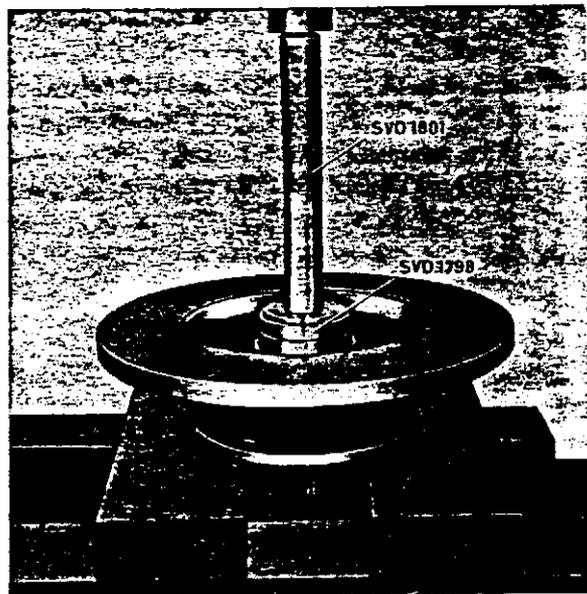

Abb. 31 Einbau des Dichtringes
- Das innere Lager in der Nabe anbringen. Dicht-ring mit Dorn SVO 1798 sowie Standardschiff SVO 1801 einpressen, siehe Abb. 31.